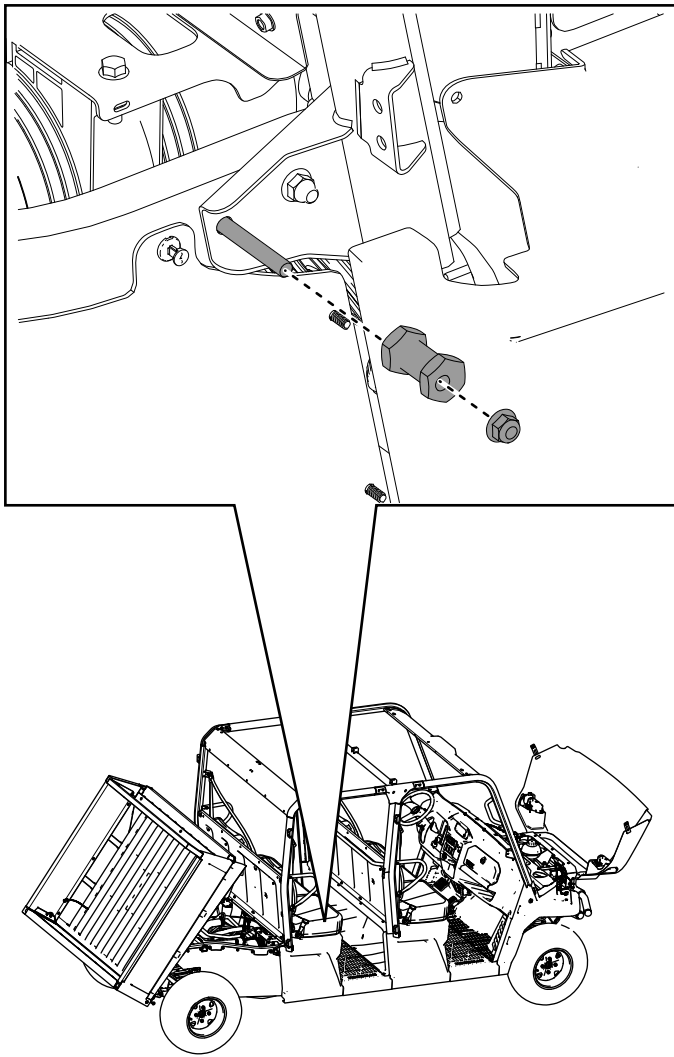

Figure 69
29. Installez les contre-écrous ($\frac{3}{8}$ po) et les goupilles de verrouillage retirés précédemment sur les tubes arrière droit et gauche du cadre (Figure 69).